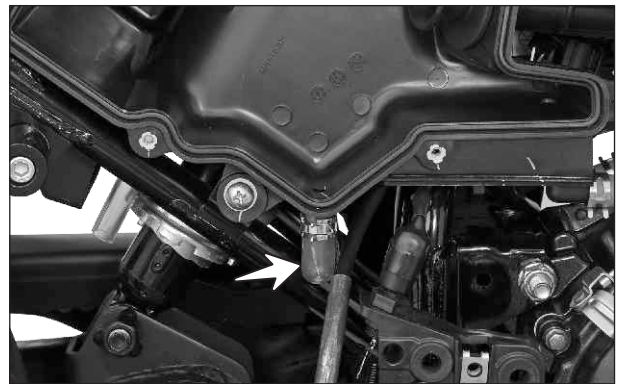

Fig. 2.20
- Revise y asegúrese que no hayan bloqueos en el drenaje de la caja filtro de aire. (Fig. 2.20)